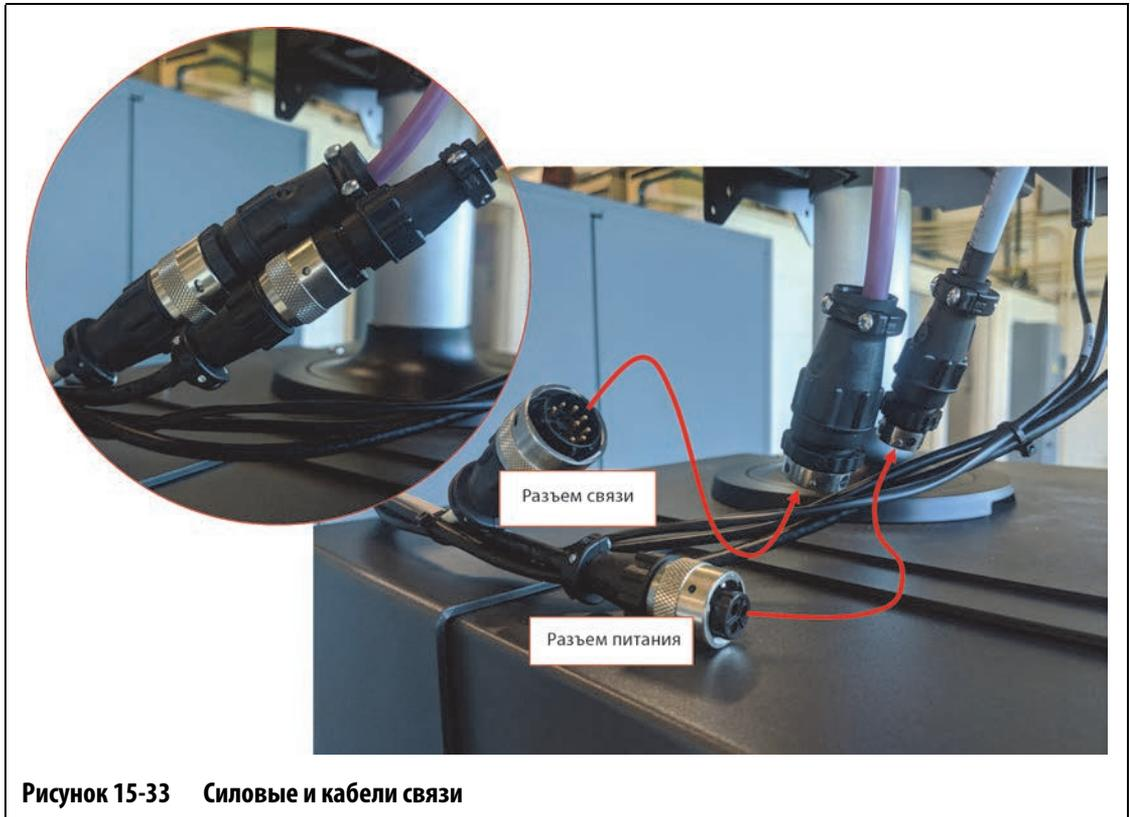

Рисунок 15-33 Силовые и кабели связи
6. Подключите гнездовой разъем кабеля питания и штекер кабеля связи к штекеру кабеля питания и штекерному разъему связи на БУД. См. Рисунок 15-33.